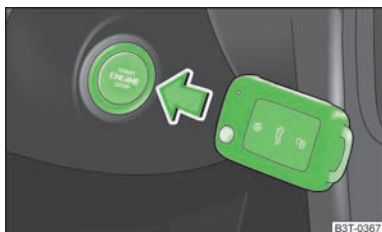

Abb. 115
- Den Starterknopf » Abb. 115 drücken und danach den Schlüssel an den Starterknopf halten oder
Beim Motornotstart muss die richtige Schlüsselorientierung eingehalten werden » Abb. 115.